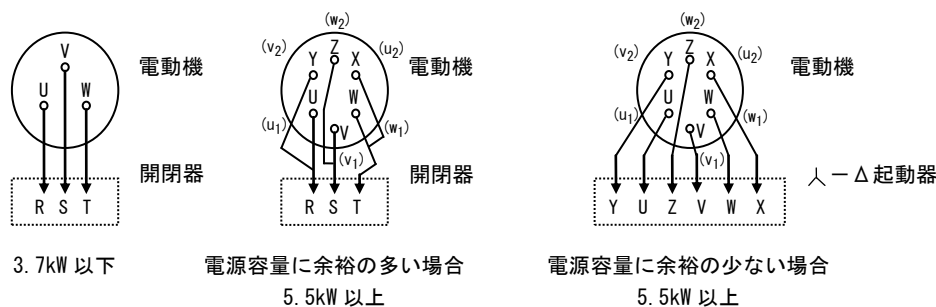

図3：配線接続図
- (1) 配線は図3又は電動機のターミナルボックス内ぶたに表示された結線図又は電動機に附属された取扱説明書に従い、行ってください。